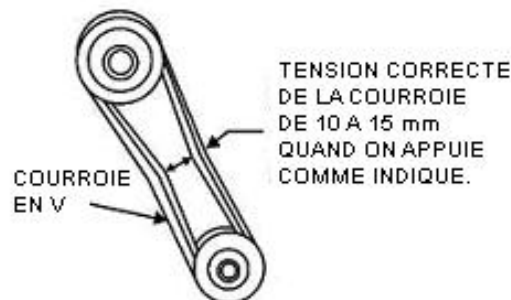

Figure 7. Tension de la courroie
2. La tension de la courroie est correcte si la courroie s'affaisse de 10 à 15 mm en appuyant avec le doigt au milieu entre l'embrayage et la poulie d'arbre (Figure 7).